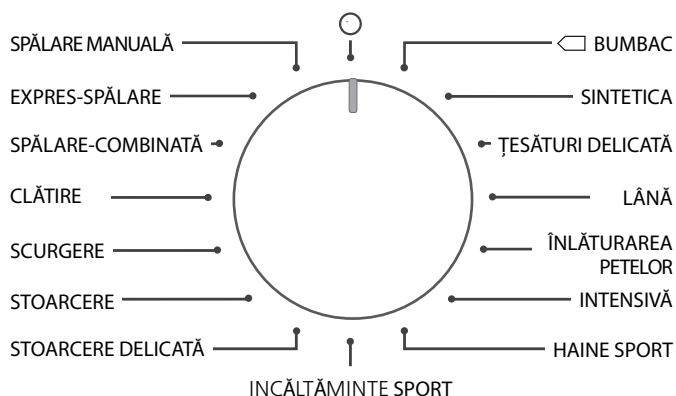

Figura 2 – Butonul de selectare a programului de spălare
Selectorul este destinat pentru pornirea/oprirea mașinii și selectarea programului de spălare. În jurul selectorului sunt imprimate denumirile programelor și simbolul ○ în conformitate cu figura 2. Selectorul se rotește în ambele direcții (în sensul acelor de ceasornic sau în sensul contrar acelor de ceasornic), și se fixează la diviziunea corespunzătoare a programului selectat. La fixarea selectorului la simbolul ○ mașina se oprește și programul ales se anulează.
**1.4.1** Pentru a porni mașina fixați selectorul la diviziunea programului de spălare necesar în conformitate cu figura 2. Pe ecran vor fi afișate: durata ciclului de spălare, indicatorii operațiilor de spălare a programului selectat, indicatorii valorilor temperaturii de spălare și vitezei de centrifugare.